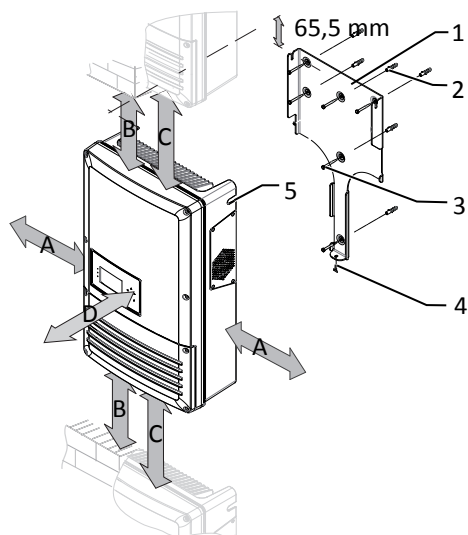

Abb. 7: Mindestabstände für Wandmontage
- 3 Beiliegende Schraube an der Lasche der Halterung einsetzen und Gerät zur Sicherung gegen Ausheben befestigen [Siehe Abbildung 7] [► Seite 42].